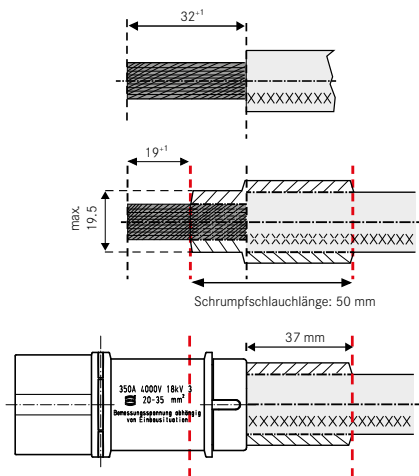

Abb. IV-11: Schrumpfschlauchmontage über Kabel bei Han® HC Modular 350
- ① Kabel gemäß Abb. IV-11 bzw. Abb. IV-12 abisolieren.
- ③ Schließen Sie das Kabel mit dem für den *Leiterquerschnitt* vorgeschriebenen Drehmoment an (siehe Tabelle IV-2, S. 32-35):